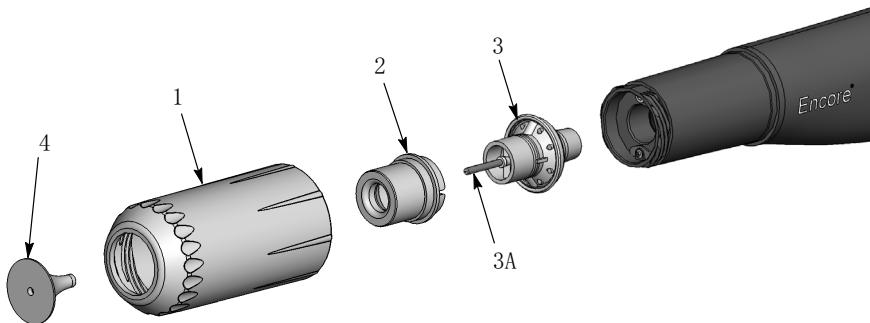

图 9 更换可选导流器或锥形喷嘴
1. 请参见图 9。要更换导流器 (4), 请将其从电极组件 (3) 中轻轻拉出。如果仅更换导流器, 请在电极组件上安装新的导流器, 小心不要折弯电极线。
2. 若要更换整个喷嘴, 请以逆时针方向拧松喷嘴螺帽 (1)。
3. 从电极组件上拔出锥形喷嘴 (2)。